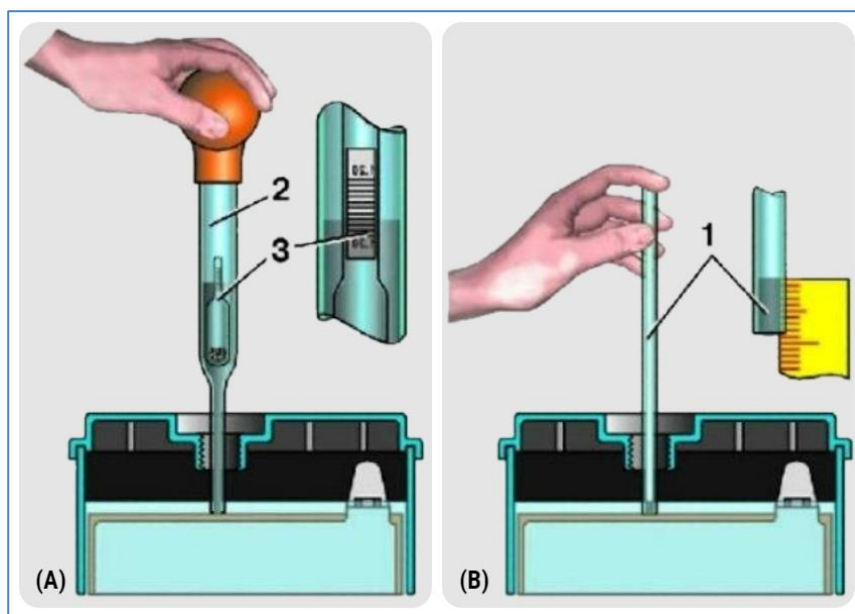

Рисунок X-2
- 5) Проверьте уровень электролита в аккумуляторе (*только на тех АКБ на которых предусмотрено обслуживание*). Для его проверки нужно опустить стеклянную трубочку в заливное отверстие аккумулятора. Достав до сепараторной сеточки нужно зажать пальцем верхний край трубочки и вытащить ее. Уровень электролита в трубке будет равным уровню в батарее (Рисунок X-2 В). **Нормальный уровень 10-12 мм** над пластинами аккумулятора.
- 6) Проверьте плотность электролита в АКБ автомобильным ареометром. Его нужно опустить в заливное отверстие аккумулятора и с помощью груши набрать такое количество электролита, чтобы поплавков (поз.3 Рисунок X-2 А) не касался корпуса ареометра. Затем посмотреть уровень по шкале ареометра.